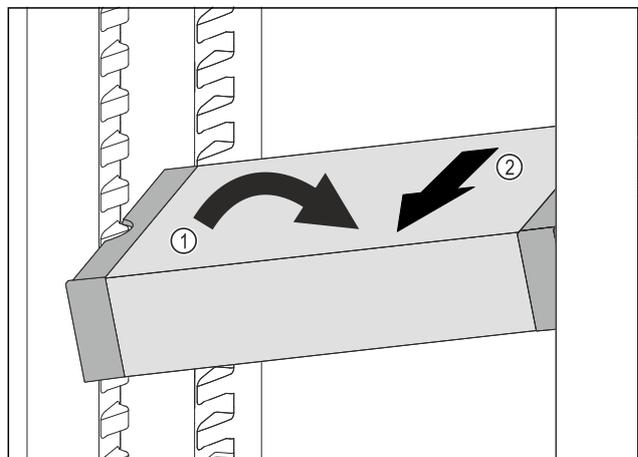

Fig. 99
- Coloque el VarioSafe en el compartimento del frigorífico en posición oblicua. Fig. 99 (1)
- Extraiga el VarioSafe hacia delante. Fig. 99 (2)